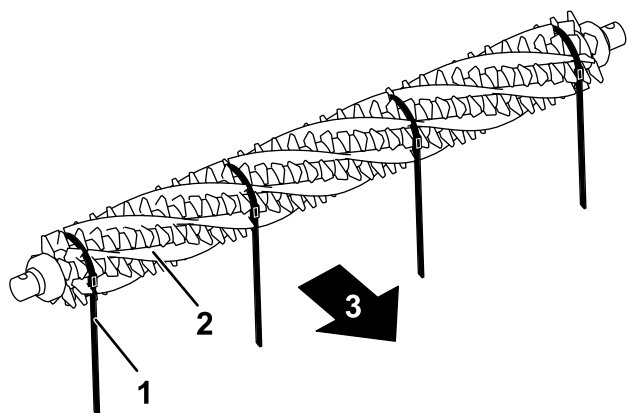

Figura 16
3. Da un lato del cilindro grooming, fate scorrere una spazzola in ogni scanalatura sull'intera lunghezza del cilindro grooming stesso (Figura 16).
Importante: Avvolgete le cinghie attorno alla lama grooming e al gruppo spazzole in direzione di rotazione primaria. Figura 16 mostra le cinghie installate per la rotazione in avanti.